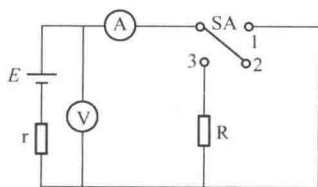

图 1-9 电路的三种工作状态
电路通常有通路、开路、短路三种状态, 如图 1-9 所示。
(1) 通路: 通路是指正常工作状态下的闭合电路。例如图 1-9 中开关 SA 置于“3”的位置。
(2) 断路: 断路又称开路。断路是指负载与电源之间断开, 电源不能向负载提供电能。例如图 1-9 中开关 SA 置于“2”的位置。
(3) 短路: 短路是指电源两端直接被导线连接。例如图 1-9 中开关 SA 置于“1”位置。电源提供的电流全部从该导线中流过, 而不流经负载。短路时, 导线中流过的电流会比正常通路时流过的电流大许多倍, 如果未装设熔断器进行短路保护, 则会烧毁导线或电源。
例 4: 已知图 1-9 中 $E = 20\text{V}$, $R = 9.8\Omega$, $r = 0.2\Omega$ 。求: 开关 SA 在 1、2、3 位置时电流表